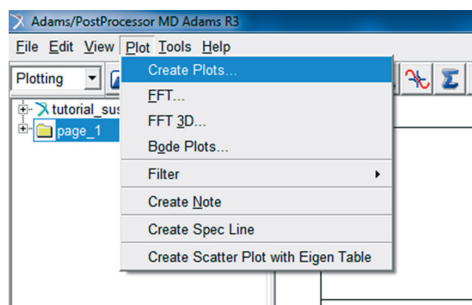

Figura 5.180 – Janela correspondente à criação de gráficos.
- Para criar os gráficos, acesse o menu *Plot* → *Create Plot* (Figura 5.180).